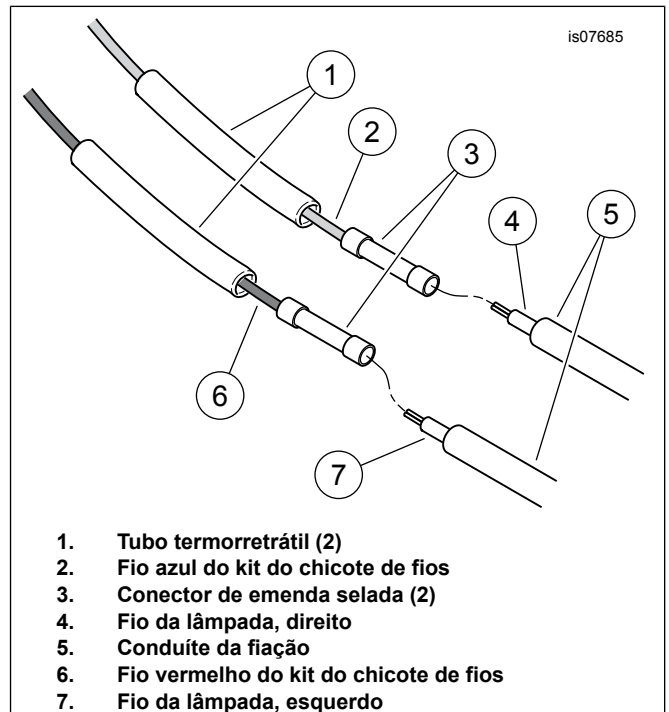

Figura 4. Conecte os fios da lâmpada ao novo chicote de fios
12. Pegue um pedaço de tubo termorretrátil (13) e um conector de emenda selada (14) do kit. Veja Figura 4. Deslize o tubo termorretrátil (1) sobre o fio azul (2) do chicote de fios do kit. Crimpe o conector de emenda selada (3) no fio usando a ferramenta de crimpagem Packard (peça N.º HD-38125-8) ou equivalente.
13. Leve o fio da lâmpada lateral direita (4) até o conector. Corte os fios, deixando aproximadamente 25 mm (1 in) do fio ultrapassando o conector de emenda selada. Corte cerca de 38 mm (1.5 in) do conduíte (5) a partir da extremidade do fio.